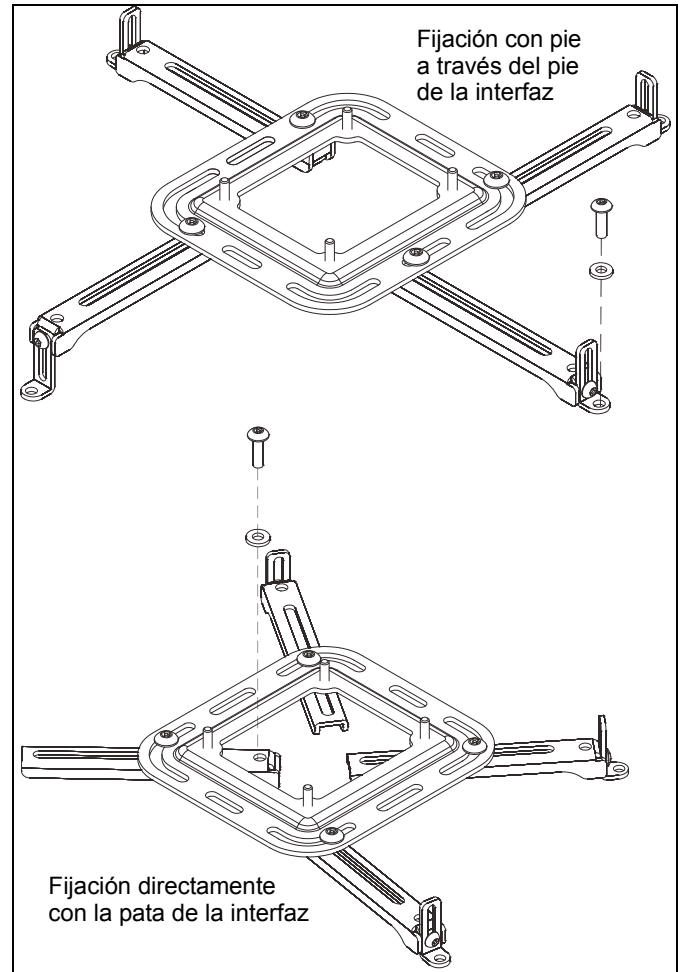

Figura 14
- Fije la interfaz universal al proyector con el pie de sujeción, o directamente con las patas. (Consulte Figura 14)